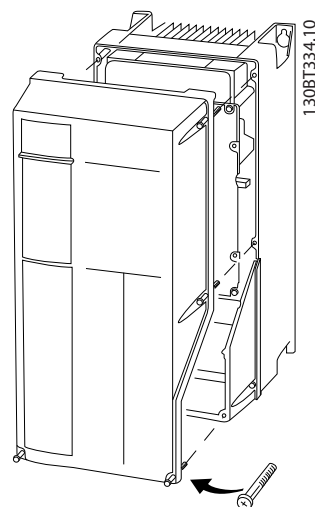

Рисунок 2.13 Доступ к подключениям элементов управления в корпусах A4, A5, B1, B2, C1 и C2
- Или снимите переднюю крышку, ослабив крепежные винты. См. Рисунок 2.13.